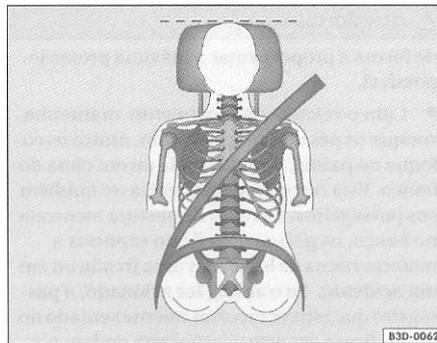
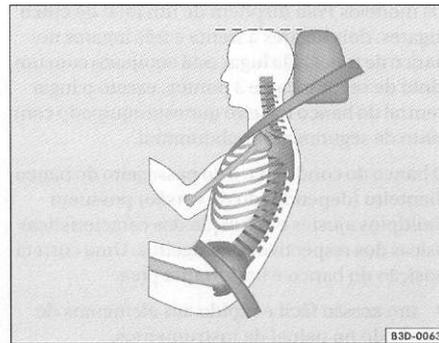

Fig. 63 Vista frontal: apoio para cabeça corretamente ajustado e o cadarço do cinto corretamente colocado
Fig. 64 Vista lateral: apoio para cabeça corretamente ajustado e o cadarço do cinto corretamente colocado
- Ajuste os apoios para cabeça, de forma que a parte superior do apoio fique no mesmo nível ou o mais próximo possível da parte mais alta de sua cabeça. Além disso, a parte de trás da cabeça deverá ficar a mais próxima possível do apoio => fig. 63 e => fig. 64.